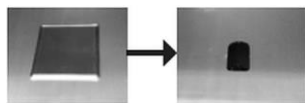

Fig. 20
2. Appuyer sur le régulateur de gaz (4) et le maintenir pressé.
3. Appuyer simultanément plusieurs fois sur le bouton (5) de l'allumage piézoélectrique.
5. Ouvrir la protection de l'oculaire (fig. 20) et vérifier l'allumage du brûleur d'allumage.